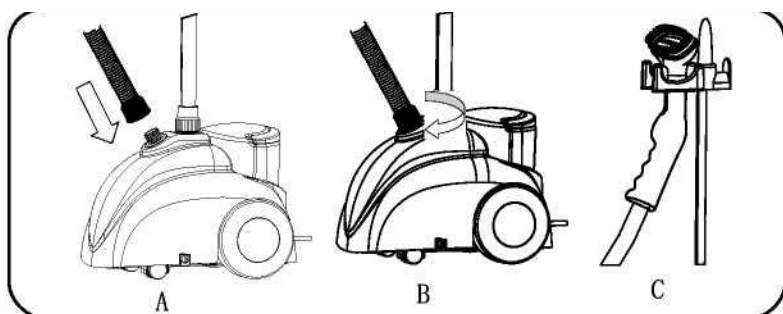

Рис. 4
- А. Установите конец шланга на штуцер на корпусе отпаривателя (Рис. 4-А)
- В. Поворачивайте муфту на шланге по часовой стрелке до полной затяжки. (Рис. 4-В). Затягивайте муфту рукой, не допускайте чрезмерных усилий.
- С. Повесьте шланг на держатель на стойке (Рис. 4-С)